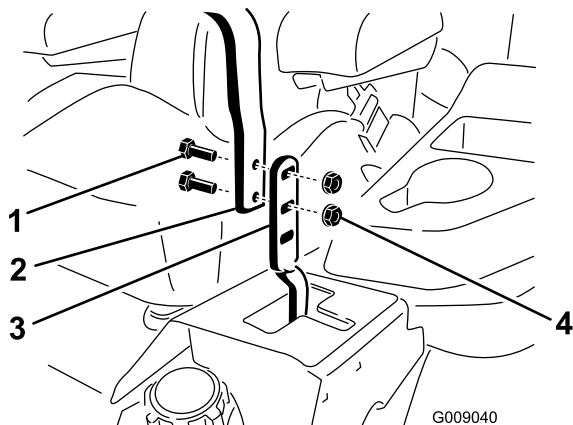

Figure 84
3. Desserrez les boulons et les écrous à embase situés dans les leviers (**Figure 84**).